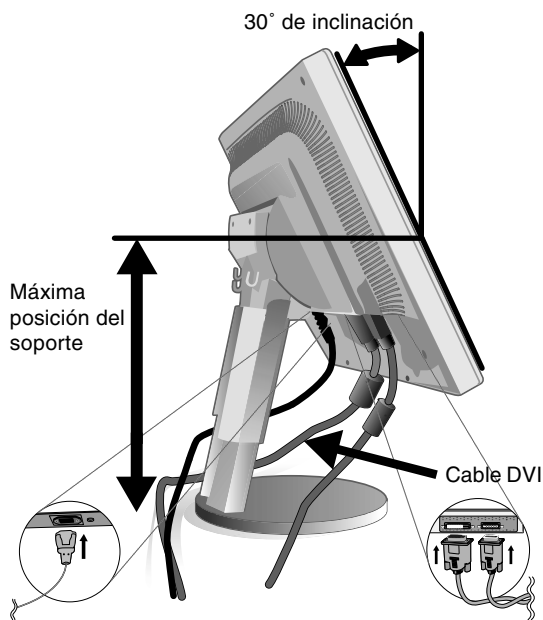

Figura C.1
3. Coloque una mano a cada lado del monitor para inclinar el panel LCD 30 grados y levántelo hasta alcanzar la posición más alta (**figura C.1**).
4. Conecte todos los cables en sus correspondientes conectores (**figura C.1**).
NOTA: Si se conectan los cables DVI y D-sub, se debe conectar el cable DVI en el saliente existente junto al cable de alimentación (**figura C.1**).